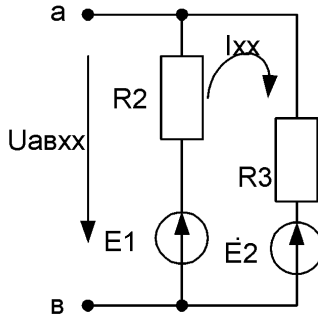

Рис. 2.47
2. Определить напряжение на зажимах разомкнутой ветви $U_{\text{авхх}}$ (рис. 2.47), для чего найти значение тока $I_{\text{хх}}$: